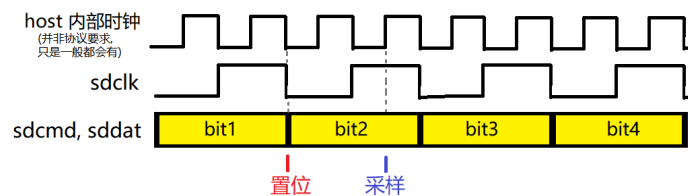

图 7: Host 时序要求
- 如果 Host 内部有一个比 sdclk 更快的时钟 (一般是整个 Host 控制器的驱动时钟), 可以在上升沿到下降沿的中点采样数据, 则建立时间有 $30-14=16ns$, 比较宽裕, 同时保证保持时间不被违反, 如图7所示;